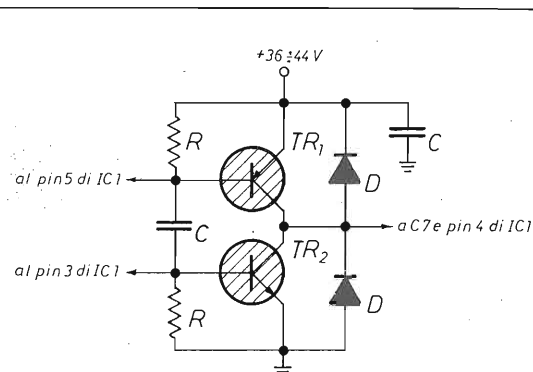

figura 1 - TDA 2030 con transistor esterni.
*Nella figura 1 è visibile lo schema elettrico S.G.S., con in evidenza i diodi di protezione dell'uscita e la rete di amplificazione R4, R6, C4.*
Il TDA 2030A è utilizzabile anche come pilota con finali esterni i componenti base restano gli stessi escluso quelli di figura 1 e 2.